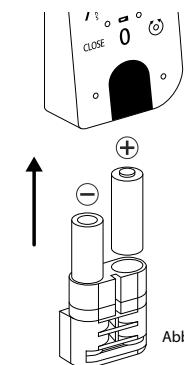

Abb. 5
- ③ Legen Sie zwei neue Batterien ein. Achten Sie dabei auf die korrekte Polung gemäß der Zeichnung auf der rechten Seite (Abb. 5).